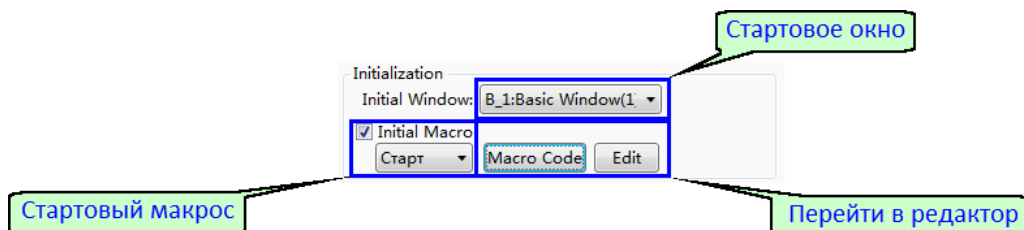

Рисунок 103 - Настройка процесса инициализации
5. Настройки процесса инициализации при запуске проекта. В данном разделе выбирается стартовое окно и макрос, который будет выполнен при начальной загрузке панели и старте проекта (рисунок 103).